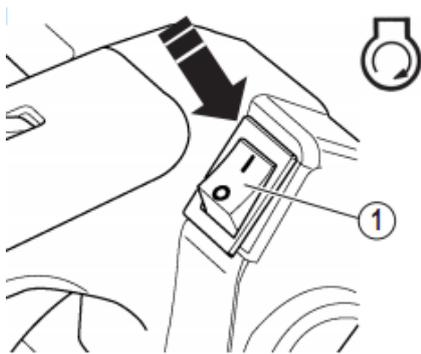

Fig.21
2) Mettez l'interrupteur marche-arrêt en position « I » (position marche) (Fig.21 pièce.1).